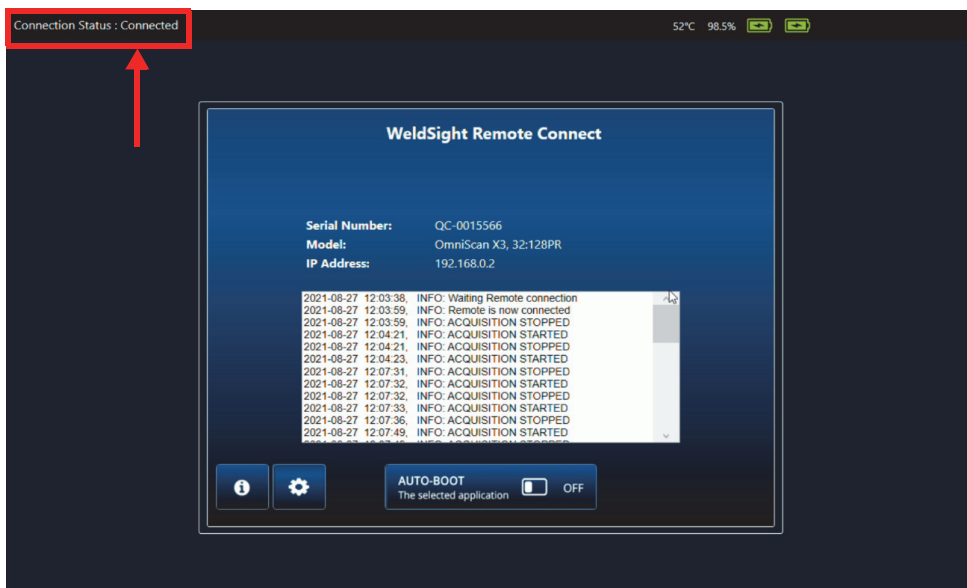

Рис. 7-6 Статус подключения — Подключено
7. Если все настроено правильно, статус в WeldSight Remote Connect должен измениться с **Ready** (Готово) на **Connected** [Подключено] (Рис. 7-6 на стр. 85).